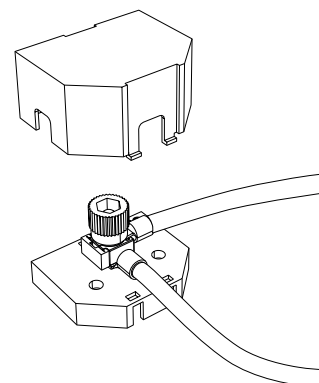

Bild 31. Skyddslock säkringslåda
5. Montera säkringslådans skyddslock, se Bild 31.